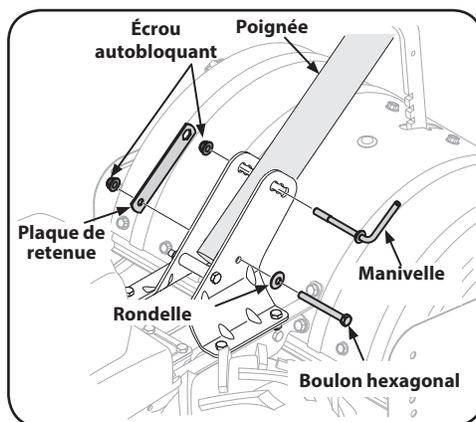

Figure 3-1
2. Placez la poignée dans les supports de la poignée en alignant les trous de la poignée et des supports. Insérez le boulon hexagonal de 5/16-18 x 3 dans la rondelle Belleville et dans le trou inférieur du support de montage, à partir du côté gauche de la poignée. Placez le trou rond de la plaque de retenue sur le boulon hexagonal et serrez légèrement la rondelle Belleville et l'écrou autobloquant à bride de 5/16-18 retirés à l'étape 1. Voir Figure 3-1.
3. Placez le dispositif de réglage de la poignée dans le trou supérieur du support de montage, à partir du côté gauche de la poignée. Fixez le dispositif de réglage de la poignée à l'aide de l'écrou autobloquant à bride retiré à l'étape 1. Placez l'autre trou de la plaque de retenue sur l'écrou autobloquant à bride. Voir Figure 3-1.